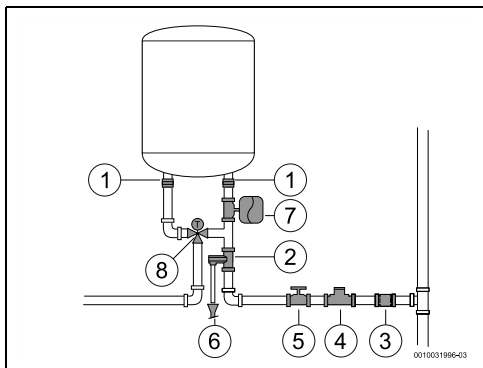

Fig. 14
- ▶ Recomendável instalar uma válvula termostática (Fig. 14, [8]) no tubo de saída do aparelho se forem utilizados tubos PEX. Deverá ser ajustado de acordo com o desempenho do material utilizado.
- ▶ Nunca instalar nenhum acessório (para além dos representados na Fig. 14) entre a válvula de segurança e a entrada de água fria (lado direito) do aparelho.
- ▶ instalar uma válvula redutora (Fig. 14, [4]). A válvula de segurança vai atuar sempre que a pressão da água no aparelho for superior a 8 bar (± 1 bar), pelo que é necessário prever uma forma de canalizar o escoamento dessa água.
- ▶ instalar um vaso de expansão (Fig. 14, [7]) para evitar que a abertura da válvula de segurança seja tão frequente. O volume do vaso de expansão deve ser o equivalente a 5% do volume do aparelho.